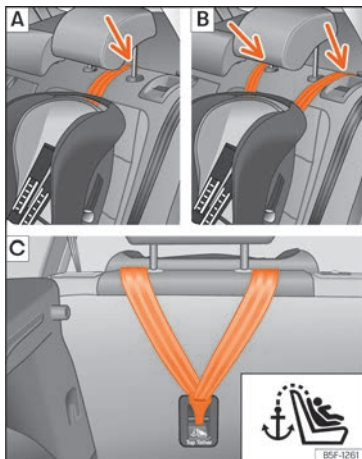
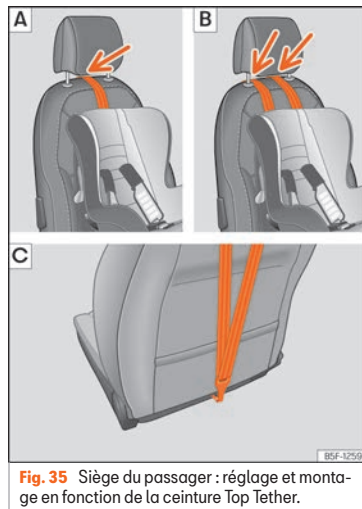

Fig. 34 Banquettes arrière : réglage et montage en fonction de la ceinture Top Tether.
Fig. 35 Siège du passager : réglage et montage en fonction de la ceinture Top Tether.
- Placez la courroie sous l'appuie-tête » » fig. 34 [A]/[B], » » fig. 35 [A]/[B] (en fonction des instructions du siège, relevez ou retirez l'appuie-tête si nécessaire).
- Faites glisser la sangle et fixez-la correctement à l'aide de l'ancrage derrière le dossier » » fig. 34 [C], » » fig. 35 [C].